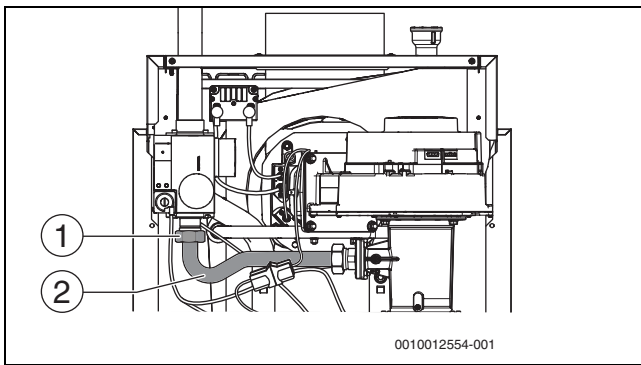

Fig. 44 Ecou-raccord avec tuyau de gaz
- ▶ Desserrer l'écrou-raccord (→ Fig. 44, [1]) du tuyau de gaz (→ Fig. 44, [2]).